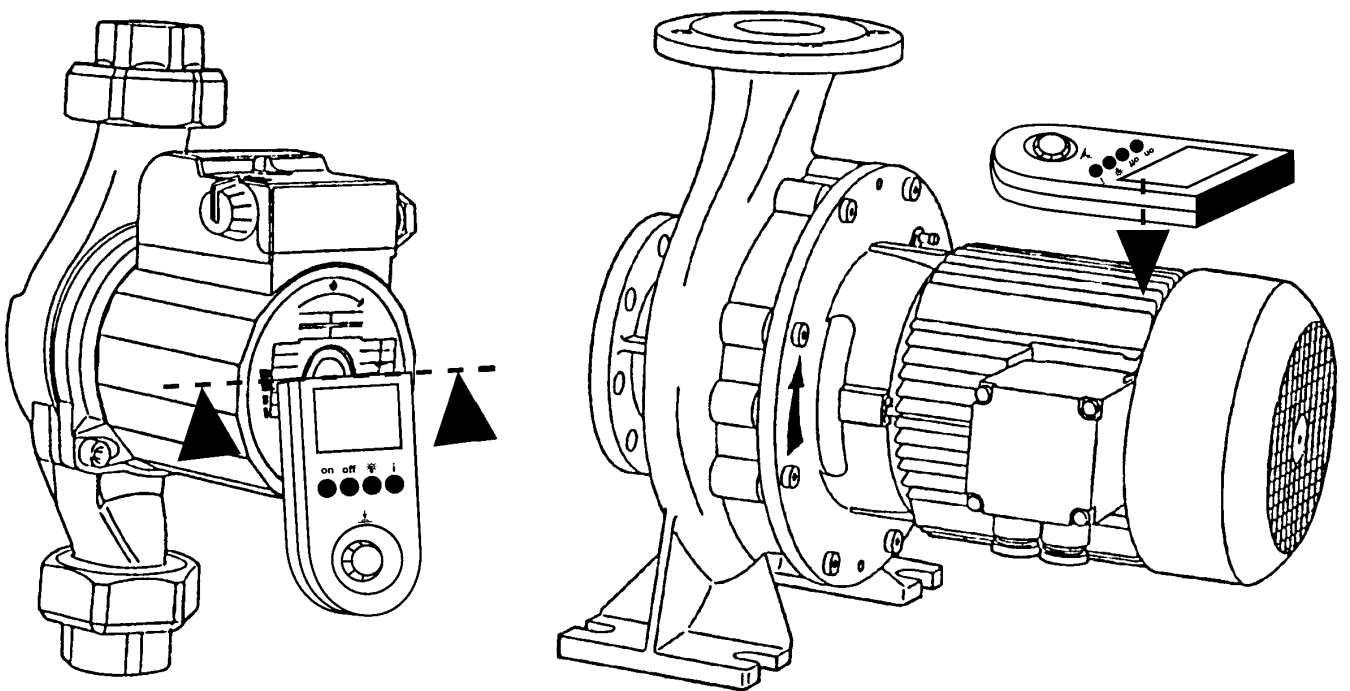

Fig. 2
- **Dodatkowe zastosowanie:** poprzez przyłożenie MONITORA-IR do korpusu silnika pojawia się na ekranie: silnik zał. / wył., kierunek obrotów w lewo / w prawo (strzałka) oraz częstotliwość pola elektrycznego uzwojenia od 10 do 100 Hz. (Rys. 2).